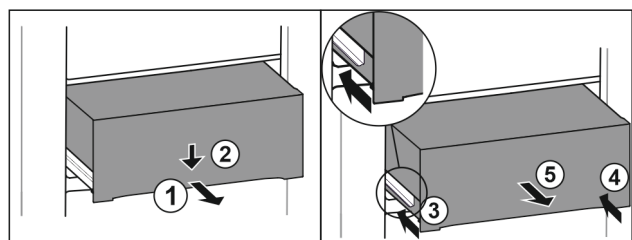

Fig. 163
- Tirer le tiroir jusqu'à mi-chemin. Fig. 163 (1)
- Appuyer sur l'avant du tiroir vers le bas. Fig. 163 (2)
- Insérer le rail gauche d'env. 2 cm. Fig. 163 (3)
- Insérer le rail droit d'env. 2 cm. Fig. 163 (4)
- Retirer le tiroir par l'avant. Fig. 163 (5)